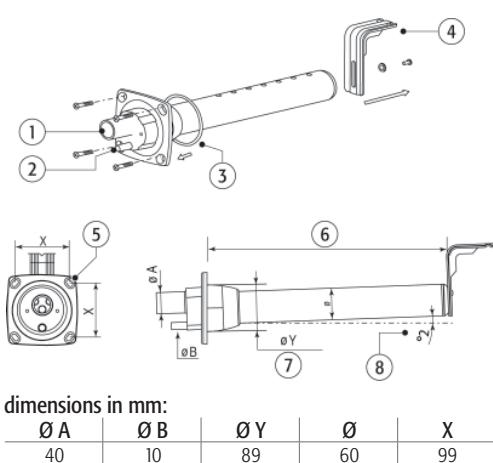

Fig. 4.a - montage distributeur
Pour la distribution de la vapeur en conduite de l'air, il faut absolument utiliser un diffuseur de vapeur proportionné à la potentialité de l'humidificateur et à la section de la conduite. La Fig. 4.a fournit les dimensions des distributeurs linéaires réalisés en acier par CAREL. Le Tab. 4.a indique le nombre minimal et le modèle des distributeurs conseillés pour le type d'humidificateur utilisé.
Montage des distributeurs linéaires (Fig. 4.a):
- faire sur la paroi du canal une série de trous selon le gabarit de perçage fourni à la Fig. 4.a;